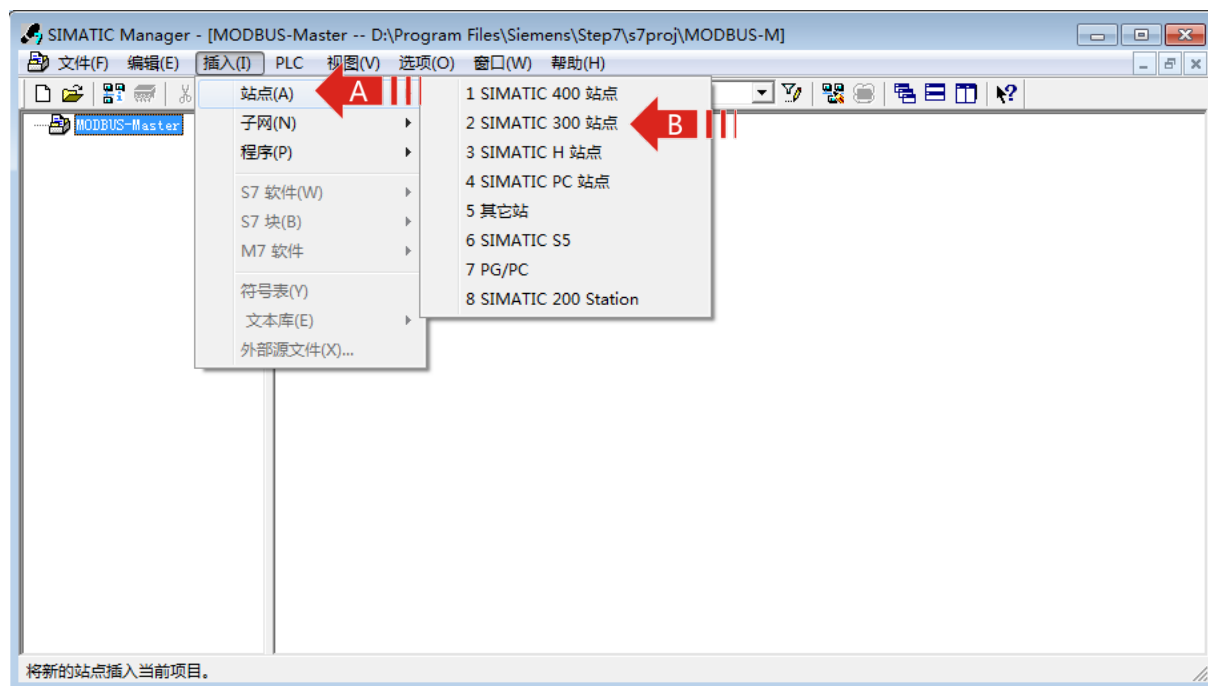

图 4-3
- › 建立一个 S7300 的工程，点击菜单栏中的“插入->站点->SIMATIC 300 站点”结果如图 4-3 所示。